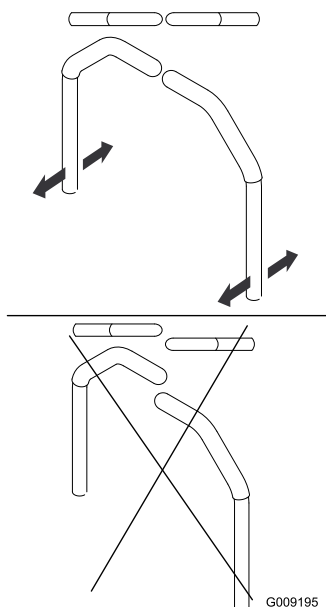

Figura 65
4. Alinee las palancas en el sentido adelante/atrás acercándolas a la posición de PUNTO MUERTO, y moviéndolas hasta que estén alineadas; luego apriete los pernos (Figura 65).